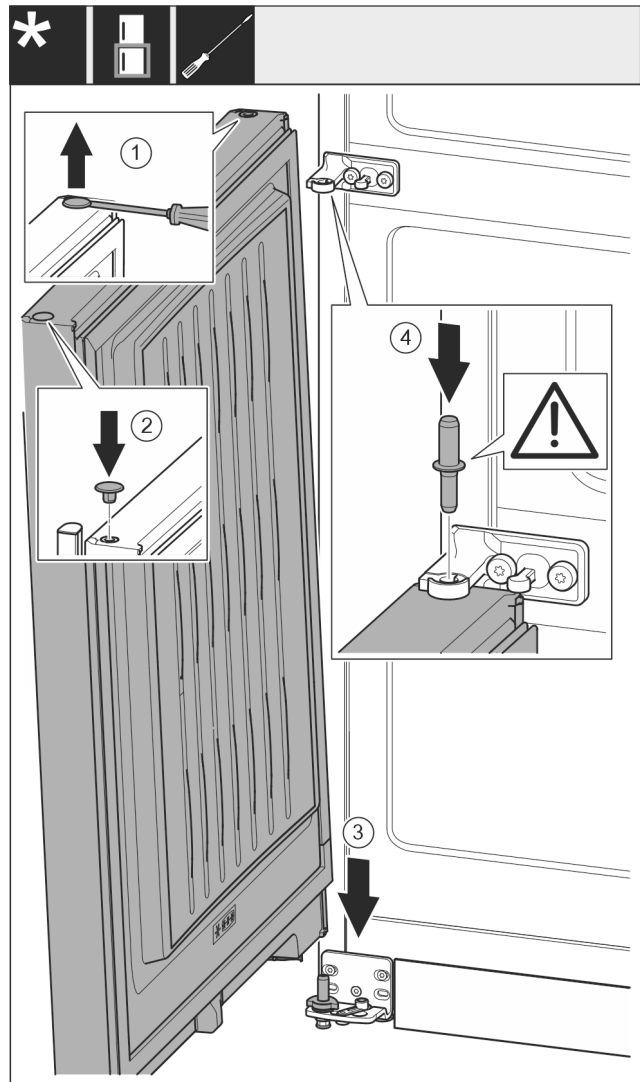

Fig. 54
- Осторожно приподнимите шлицевой отверткой заглушку Fig. 54 (1) и извлеките ее.
- Снова установите заглушку Fig. 54 (2) с другой стороны двери.
- Установите дверь Fig. 54 (3) сверху на нижний опорный палец.
- Вставьте средний опорный палец Fig. 54 (4) через средний опорный кронштейн в нижнюю дверь. При этом проследите за тем, чтобы выступ фиксатора был направлен назад.